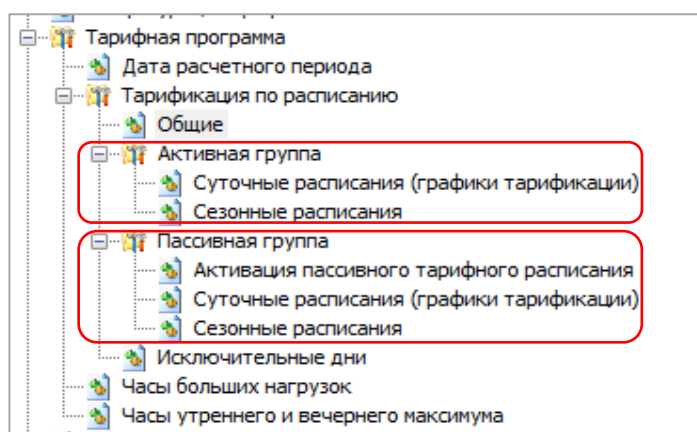

Рисунок 103
- 32 суточных расписаний переключения тарифа, в каждом до 16 точек переключения тарифа (см. рисунок 103). Одна точка переключения тарифа содержит: время начала действия тарифа (чч:мм) и тариф (т) (рисунок 105); Порядок задания тарифов – произвольный. Если переключение не используется, то в соответствующих полях необходимо установить значения: время – 00:00, тариф – нет;
- 12 сезонных недельных расписания (см. рисунок 103). Каждое содержит: дату начала действия расписания (дд.мм) и номер суточного расписания переключения тарифов для каждого дня недели (пн, вт, ср, чт, пт, сб, вс) от 1 до 32 (рисунок 106). Если сезонное недельное расписание надо отключить, то в графе «Использовать» задается «-», в противном случае «+»;
Исключительные дни (48 штук)²⁶ применяются сразу после записи (см. рисунок 103). Каждый исключительный день содержит, месяц год и номер суточного расписания переключения тарифа от 1 до 32 (см. рисунок 107). Если исключительный день не используется, то в графе «Использовать» задается «-», в противном случае «+».